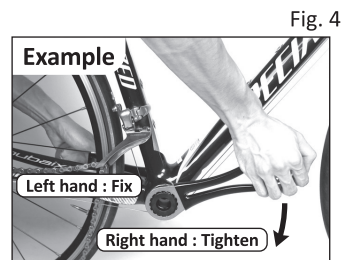

Fig. 4
- ⑤ 右回し (正ネジ) でしっかりと締め付けてください。その際、共回りしないよう両手もしくは二人で作業を行ってください。—図4
※図4 は作業方法の一例です。
- ⑤ Tighten the cups securely. To hold the other cup in place, use both hands or work with someone. —Fig. 4